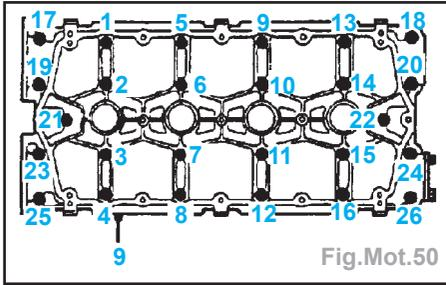

Fig.Mot.50
- Desserrer progressivement et dans l'ordre indiqué les 26 boulons maintenant le support d'arbre à cames sur la culasse, jusqu'à ce que les ressorts de soupape n'exercent plus de tension sur les arbres à cames (Fig.Mot.50).